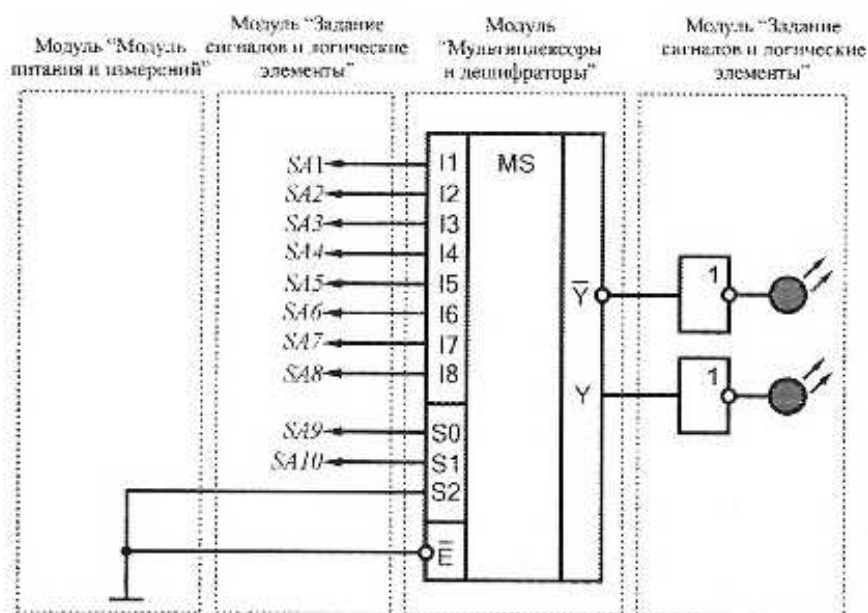

Рис. 3.4. Схема электрическая соединений лабораторных модулей для изучения мультиплексора типа 74HC151N
3. Согласно рис. 3.4 выполнить электрические соединения модулей для изучения мультиплексора типа 74HC151N. **Монтаж схемы производить при отключенных автоматических выключателях и переключателях питания.**